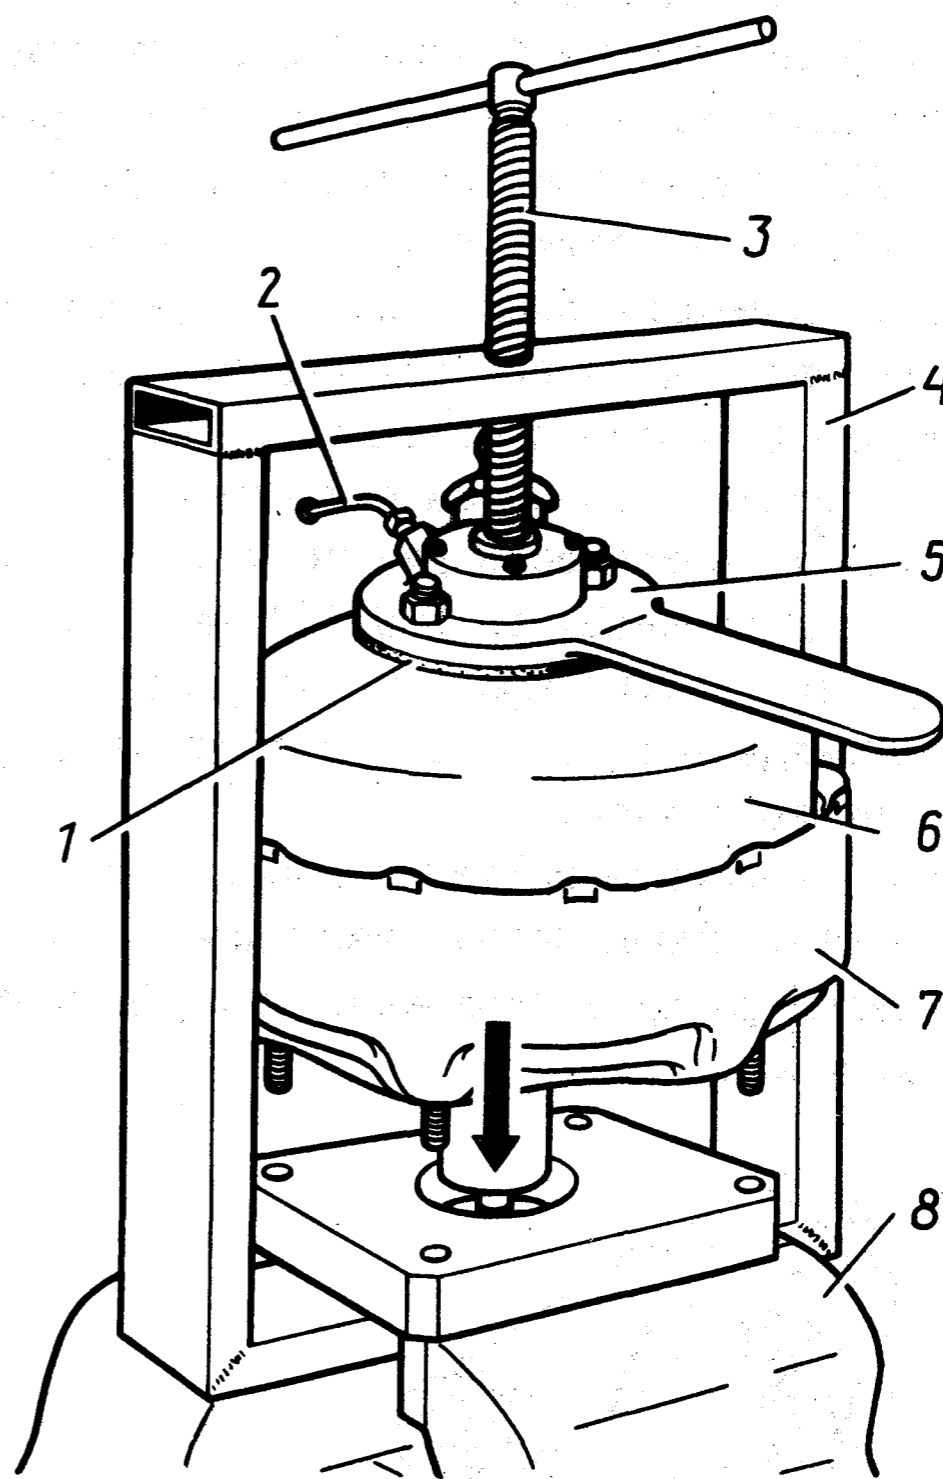

Рис. 190. Приспособление 6999-7567 для разборки и сборки усилителя:
10. Закрепите на шпильках крышки 6 (рис. 190) корпуса специальную заглушку 5 с ручкой для поворота крышки и с трубкой 2 для подключения вакуумметра. Закрепите заглушку двумя гайками.
2. Конец трубки 2 (см. рис. 190) в заглушке 5 соедините шлангом с вакуумметром.